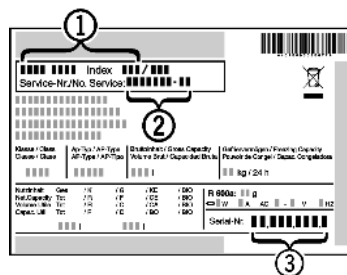

Fig. 7
- ▶ Gerätebezeichnung Fig. 7 (1), Service-Nr. Fig. 7 (2) und Serial-Nr. Fig. 7 (3) vom Typenschild ablesen. Das Typenschild befindet sich an der linken Geräteinnenseite.
- ▶ Den Kundendienst benachrichtigen und den Fehler, Gerätebezeichnung Fig. 7 (1), Service-Nr. Fig. 7 (2) und Serial-Nr. Fig. 7 (3) mitteilen.